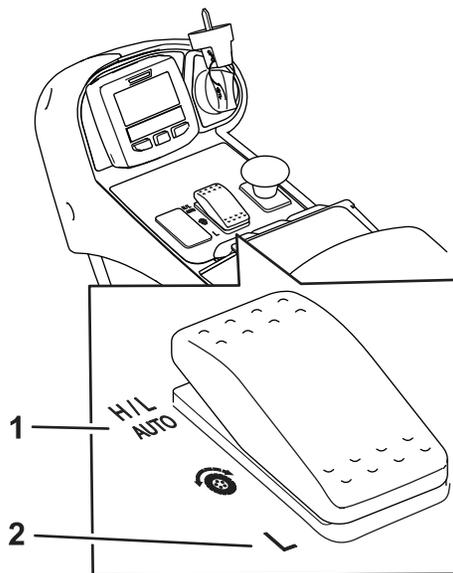
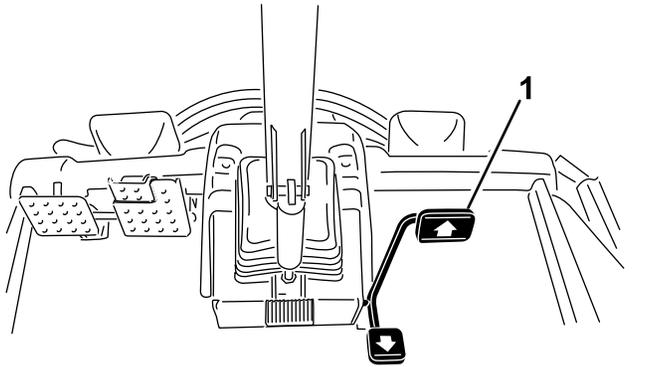

Figura 25
Figura 26
- Em condições de funcionamento normal, esta máquina destina-se a operar na posição H/L AUTO no interruptor de gama de velocidades (Figura 25). Esta posição permite que a máquina mude automaticamente entre as gamas baixa e alta, dependendo se a máquina está a ser utilizada para cortar ou transportar.
- Quando seleciona a posição BAIXO no interruptor de gama de velocidades (Figura 25), a máquina opera sempre na gama de velocidade baixa. Esta definição é preferível para funcionamento numa área de oficina, carregando ou descarregando de um atrelado, subir inclinações acentuadas ou em qualquer outro funcionamento em que não se desejam as velocidades de tração altas da gama de velocidade alta.
Esta máquina está equipada com duas gamas de velocidade de tração; baixa e alta. O interruptor de gama de velocidades permite-lhe selecionar as seguintes posições (Figura 25):
Esta função permite a possibilidade de definir a velocidade máxima da máquina quando empurra o pedal totalmente para a frente (Figura 26). Pode definir uma velocidade separada para a gama baixa e a gama alta (Figura 25).